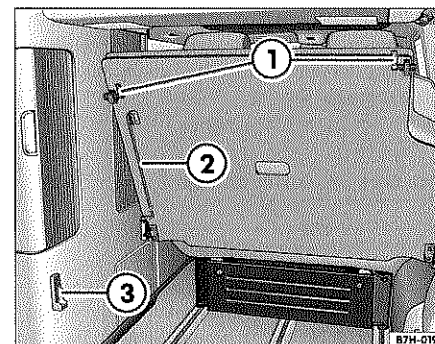

Fig. 19 Elementos de la colchoneta trasera: palanca ①, varilla de apoyo ② y fijaciones ③ en el maletero
Las fijaciones del lado izquierdo ⇒ fig. 19 ③ y derecho tienen dos orificios cada una para el ajuste de la inclinación de la colchoneta trasera.
- Desbloquee la colchoneta trasera girando las dos palancas ⇒ fig. 19 ①.